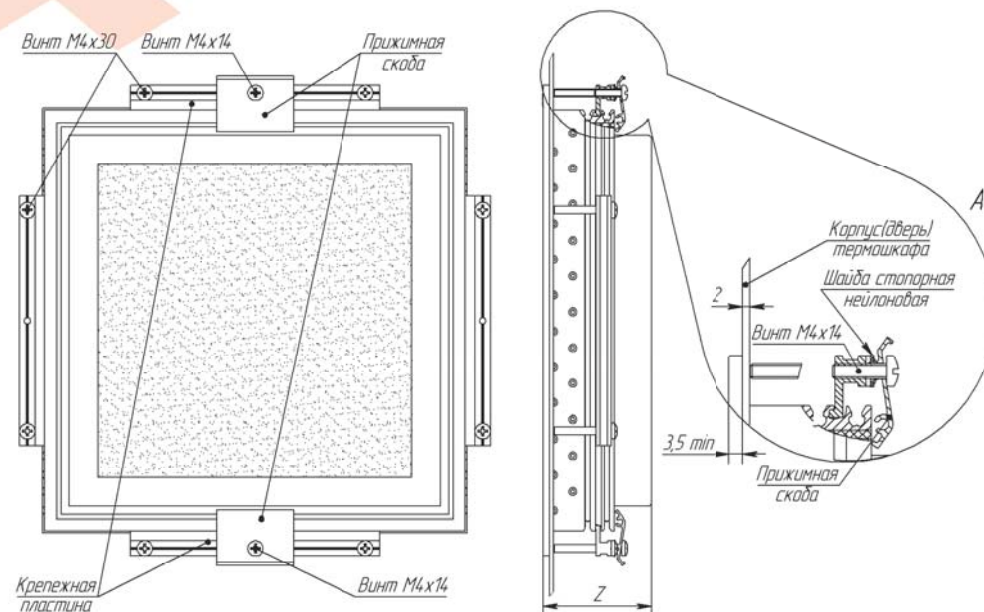

Рис.2 Установка ФТШ.
2. Закрепить решетку фильтра внутри термощафа, при помощи крепежных пластин и винтов М4х30 (рис.2).
3. Вставить винт М4х14 в прижимную скобу и зафиксировать его с обратной стороны шайбой стопорной нейлоновой (рис.2 вид А).
4. Закрепить коробку фильтра в решетке с помощью прижимных скоб (рис.2).